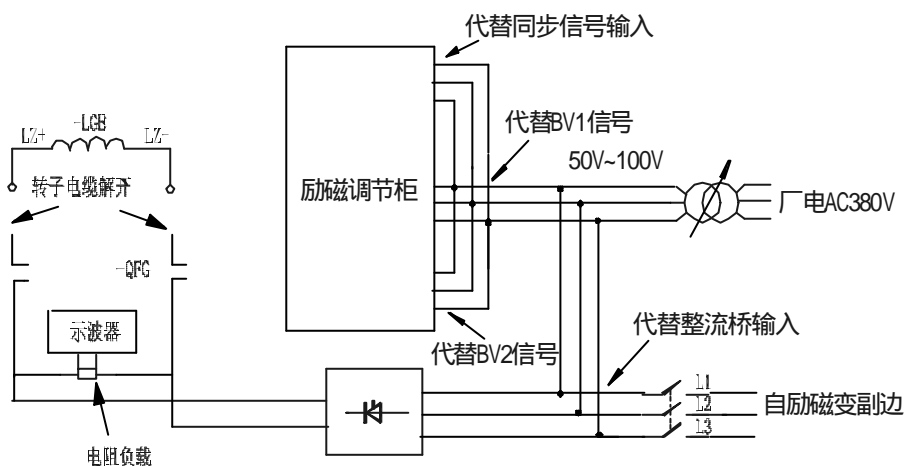

图5-2 开环试验原理图(二)
b) 用三相调压器模拟电压互感器输入及整流变输入。接线原理图如图 5-2。